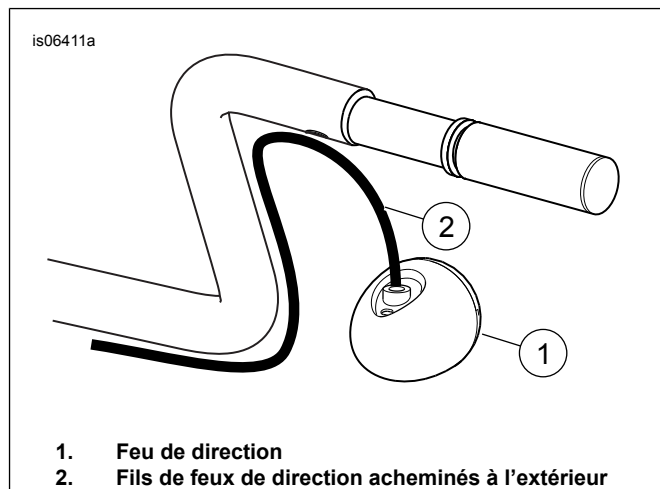
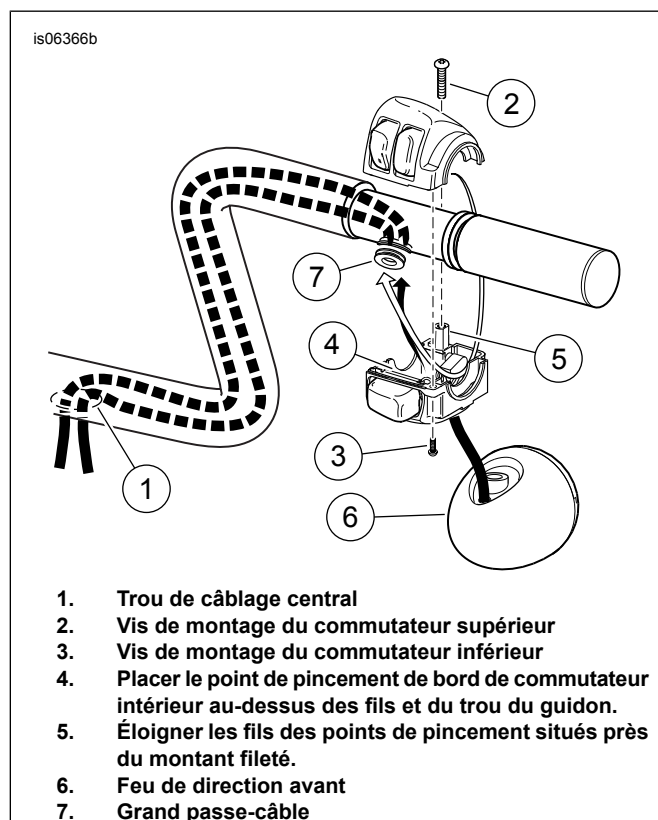

Figure 4. Feux de direction montés sur le guidon nécessitant un repositionnement
Figure 5. Acheminement des fils de feu de direction et de commutateur par le boîtier commutateur
3. **Pour les modèles SANS feux de direction montés sur le guidon** : passer à l'étape 9 (après Figure 5). **Pour les modèles avec des feux de direction montés sur le guidon** : si les fils des feux de direction d'origine passaient à travers les boîtiers commutateurs et dans le guidon par la grande ouverture (J), passer à l'étape 4 (après Figure 4). Voir la Figure 4. Si les fils des feux de direction étaient acheminés à l'extérieur ces feux de direction nécessitent un repositionnement hors du guidon. Repositionner à ce stade conformément aux instructions du kit de repositionnement approprié.
Voir Figure 5 . Vérifier que le gros passe-câble (7) a été positionné sur le faisceau de fils de commutateur et de feu de direction, près de l'extrémité du commutateur.